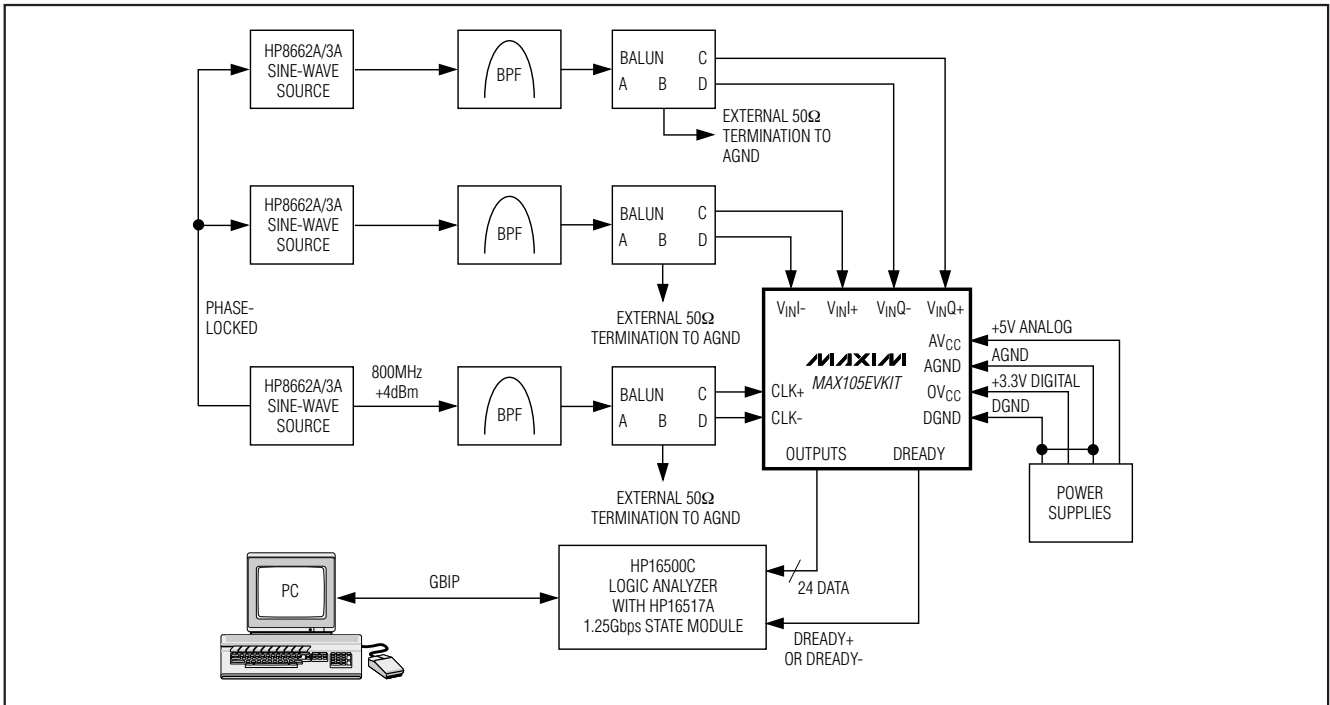
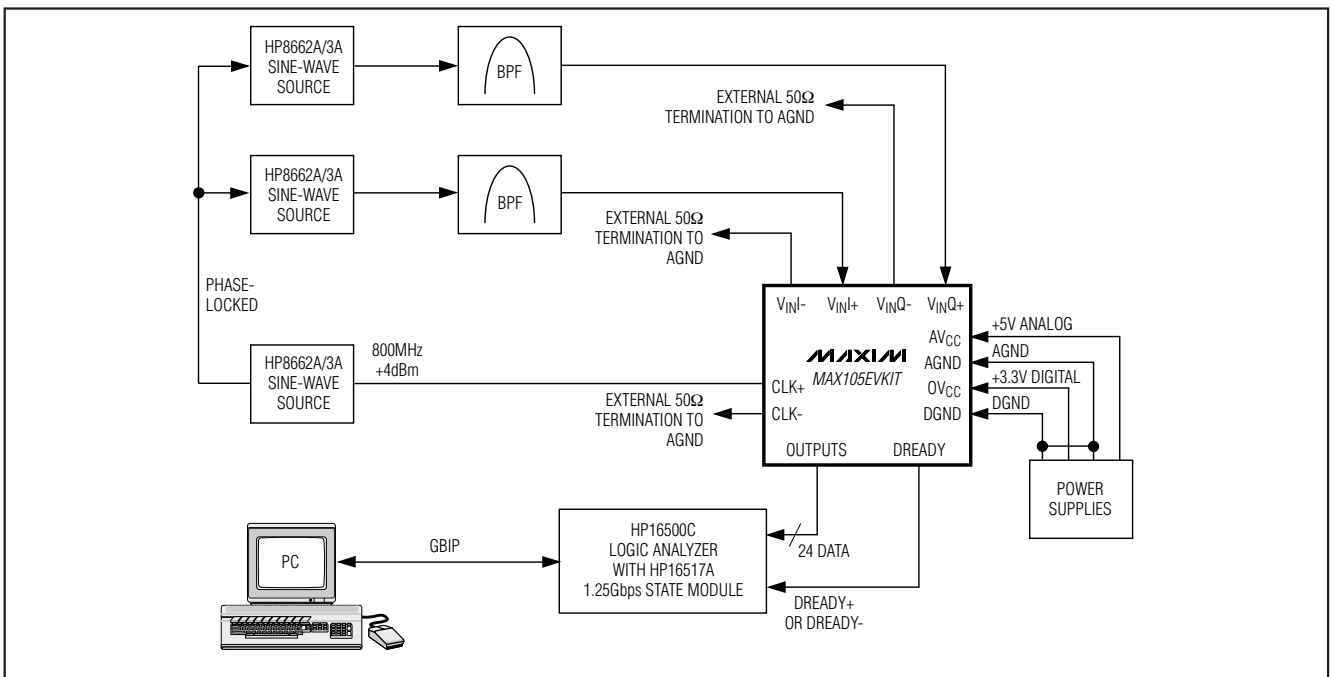

図1. 差動アナログ入力、差動クロック駆動、シングルエンドデータ収集の標準評価設定
図2. シングルエンドアナログ入力、シングルエンドクロック駆動、シングルエンドデータ収集の標準評価設定
- 1) バランを経由して低位相ジッタの信号発生器をクロック入力CLK+とCLK-に接続します(図1)。シングルエンドクロック入力の場合は(図2)、振幅が500mV(354mVRMS+4dBm)の信号を信号発生器からCLK+入力に接続し、使用しないCLK-入力を50Ωの終端抵抗器でAGNDに終端します。
- 2) 差動動作の場合は、(380mV、270mVRMS(FS約0.5dB)正弦波試験信号をバランのコネクタAに接続します。バランのコネクタBを50Ωのターミネータで終端します。バランのコネクタCをアナログ入力VINI+(VINQ+)に接続します。バランのコネクタDをアナログ入力VINI-に接続します(図1)。シングルエンド動作の場合は、試験信号をVINI+(VINQ+)又はVINI-(VINQ-)のどちらかに加え、使用しない入力を50Ωの抵抗器でAGNDに終端します(図2)。最良の結果を得るには、重要な周波数に合わせて設計した狭帯域フィルタを用いて信号発生器の高調波歪みを低減します。